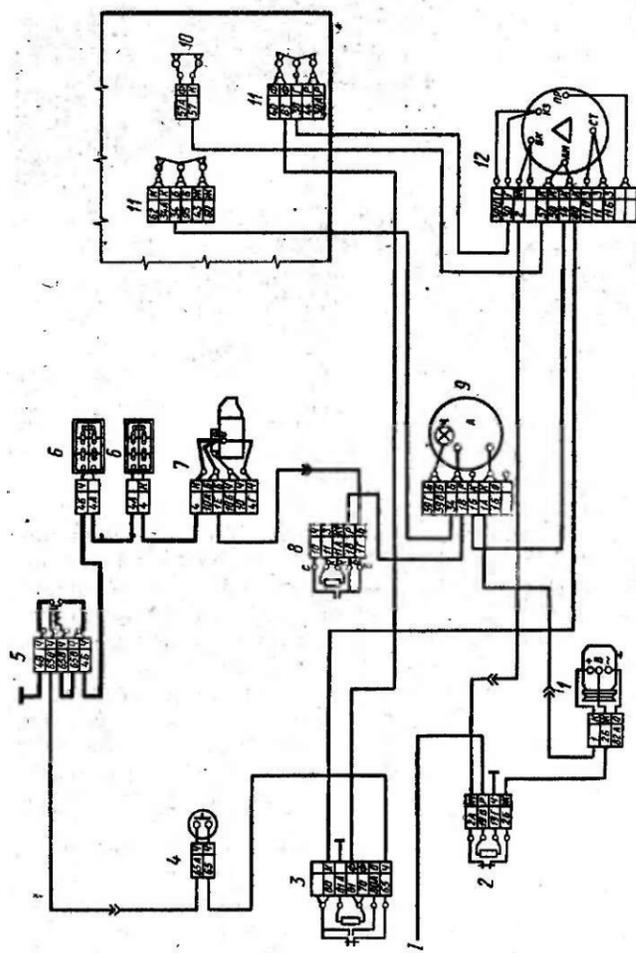

Рис. 130 Электрическая схема системы электроснабжения:
**Система электроснабжения** (рис. 130) служит для питания потребителей при работающем двигателе. Источниками электроэнергии являются две аккумуляторные батареи 6, соединенные последовательно, генераторная установка 1, подключенная параллельно аккумуляторным батареям. Отрицательный вывод аккумуляторных батарей подсоединен к корпусу автомобиля через выключатель 5 массы с дистанционным управлением,